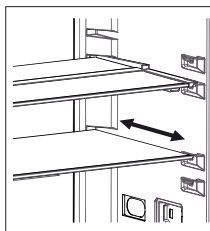

Fig. 1
- Du kan bringe hylden tilbage til sin normale position ved at trække den mod dig selv. (Fig. 1)